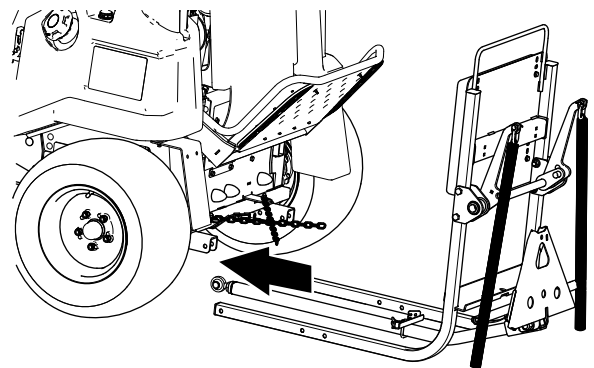

Figura 11
2. Instale la placa de retención en la barra de tracción con una abrazadera y 2 contratuercas con arandela prensada (5/16"), como se muestra en la Figura 11.
3. Sitúe el bastidor de elevación del apero trasero debajo de la máquina (Figura 11).